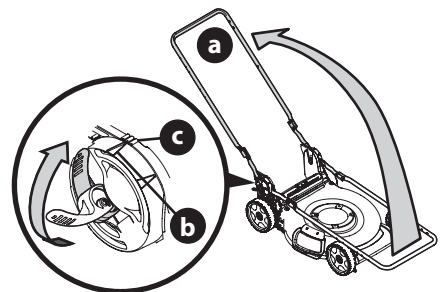

Figura 9
5. Mientras estabiliza la cortadora para que no se mueva, levante la manija superior hacia arriba (a) (Figura 9). No presione el cable del control de la cuchilla mientras levanta la manija.
6. Cuando levante la manija superior, asegúrese de que el indicador de posición (b) esté alineado con una de las tres posiciones de la manija (c). Vea el recuadro de la Figura 9.
7. Trabe las dos palancas de liberación de manija. Vea el recuadro de la Figura 9.